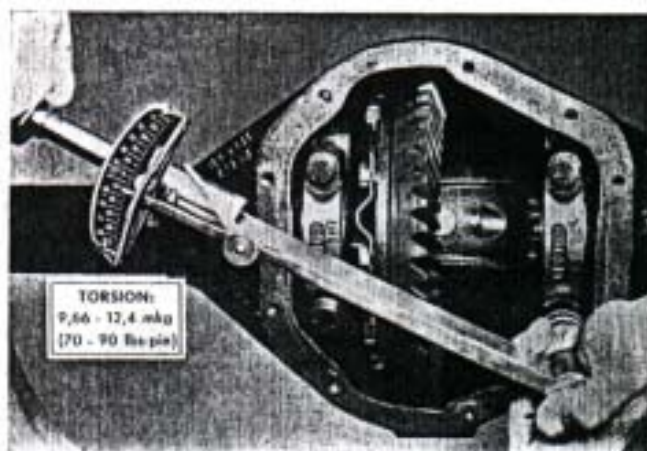

Fig. 245. — Apretando los bulones de las tapas de los cojinetes del diferencial, con llave de torsión.
- 3) Colocar las tapas de los cojinetes observando que sus marcas y las de la cubierta, queden enfrentadas y coincidentes una con otra. Apretar los bulones de 9,66 a 12,4 mkg (70 a 90 pie-lbs) (Fig. 245).